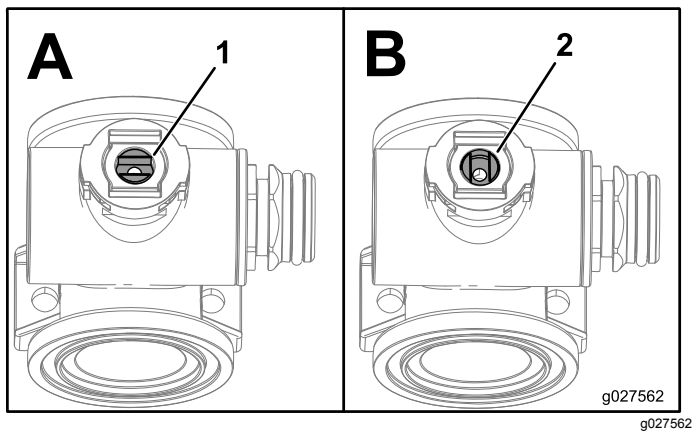

Bild 113
- Drehen Sie den Ventilschaft so, dass er in der geschlossenen Stellung ist (Bild 113 B).